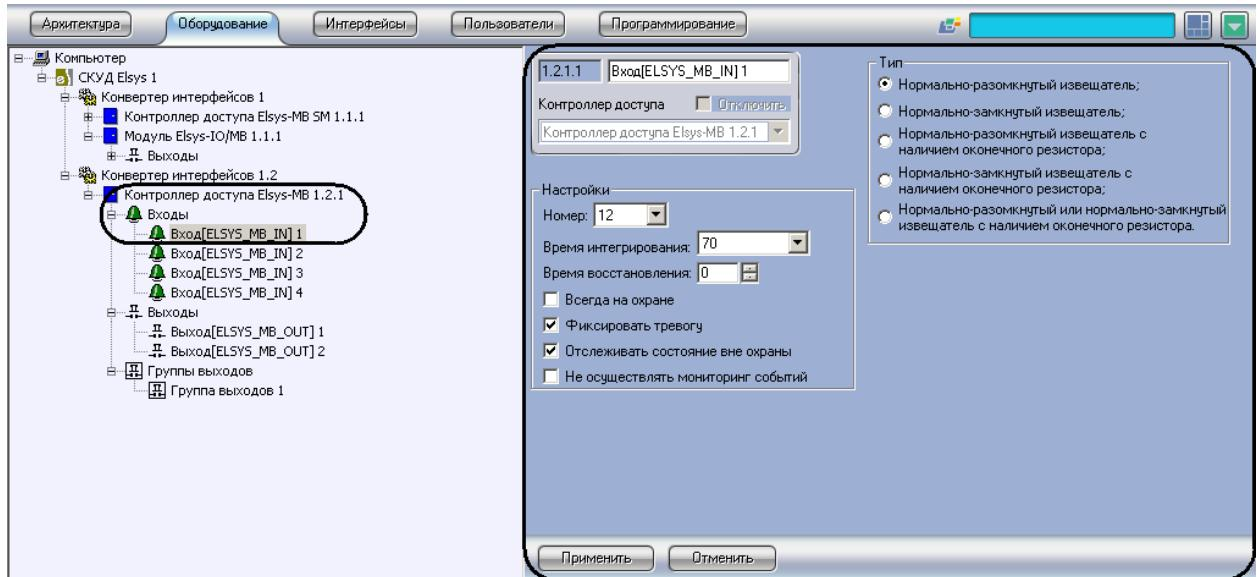

Рис. 3.4-7 Создание объекта Вход
1. Создать на базе объекта Контроллер доступа Elsys-MB SM объект Вход (Рис. 3.4-7).